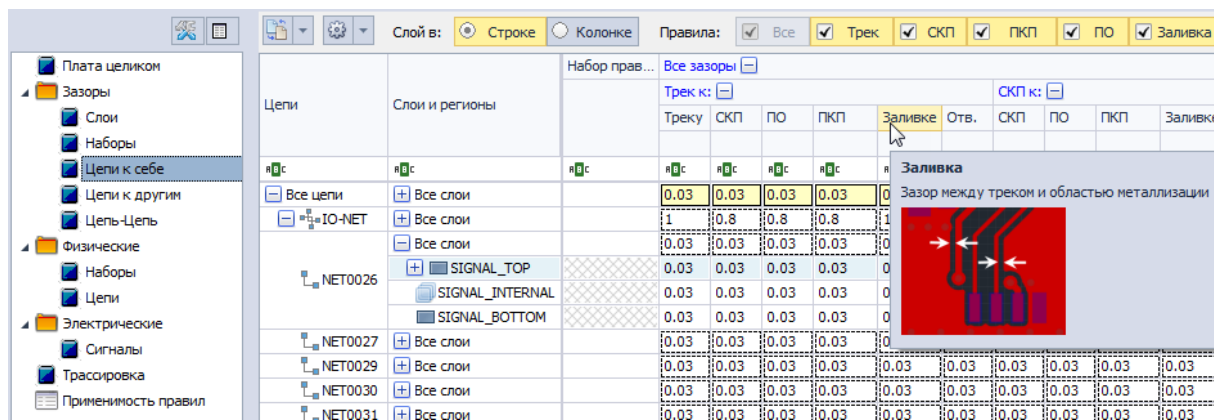

Рис. 8 Зазор между треком и областью металлизации
- Зазор между треком и областью металлизации обозначается как «Трек к Заливке», см. Рис. 8. Зазор определяет область вокруг трека, в которой запрещено размещение области металлизации. Если трек будет наложен на область металлизации, то часть области металлизации будет удалена, чтобы обеспечить необходимый зазор до трека.